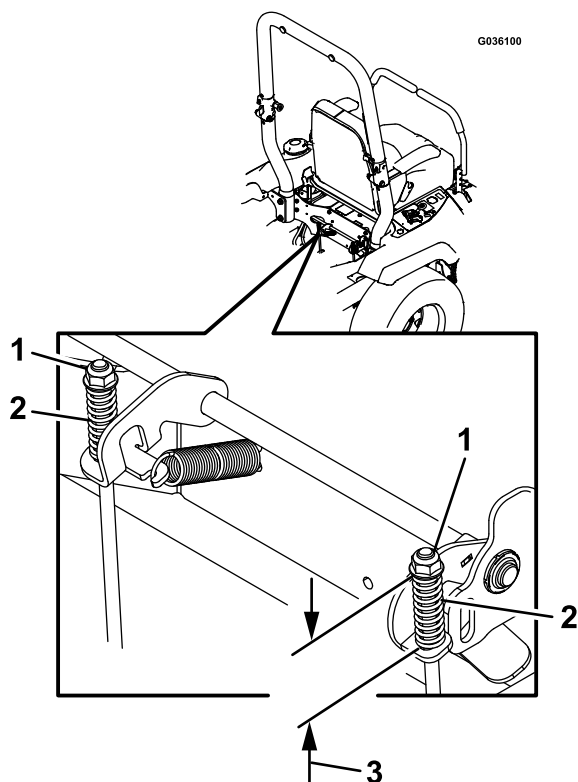

Рисунок 61
7. Проверьте длину обеих пружин, как показано на Рисунок 61. Если необходима регулировка, поверните верхнюю гайку по часовой стрелке для уменьшения длины пружины и против часовой стрелки для ее увеличения.